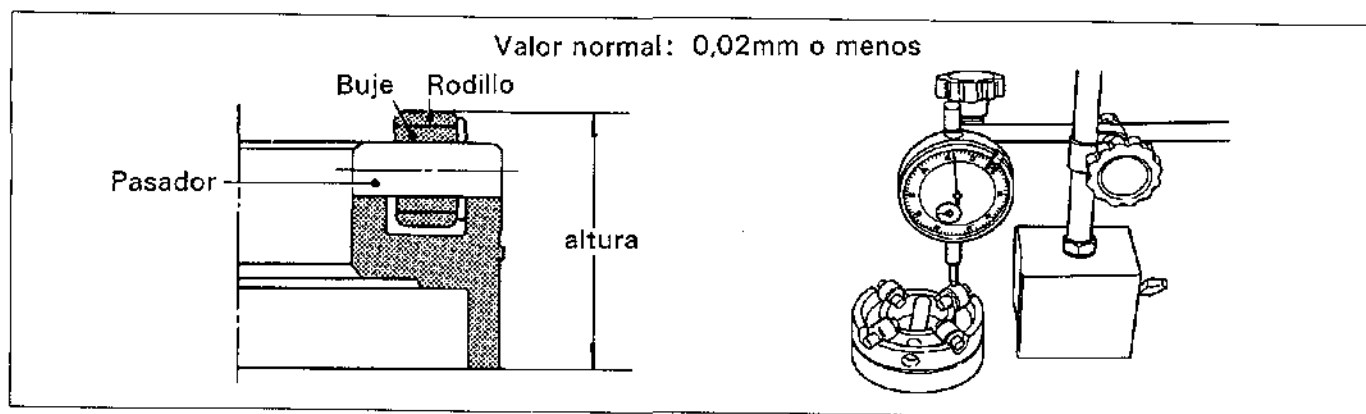

Figura.13-5 Comprobación de la altura del rodillo
(2) La altura de cada rodillo es importante. Cada uno de los rodillos debe estar dentro de 0,02mm o menos entre sí. Los rodillos pueden reubicarse dentro del anillo para que satisfagan la misma especificación de altura. (Vea la figura.13-5)